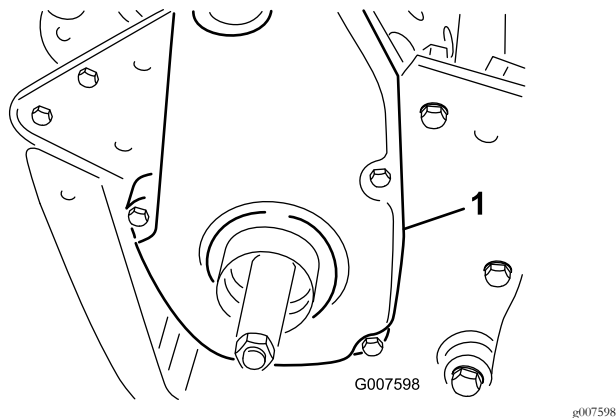

Figure 44
6. Enlevez le couvercle de courroie arrière du côté droit de la machine (Figure 44).